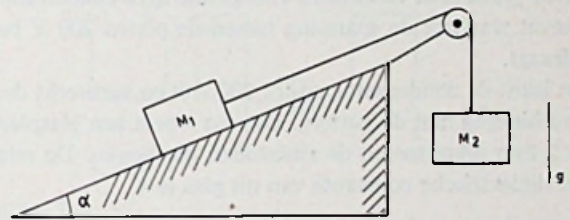

FIG. 2
3. Een lichaam met een massa  $M_1$  kan wrijvingsloos over een plat vlak glijden. Dit vlak maakt een hoek  $\alpha$  met het horizontale vlak (zie fig. 2).